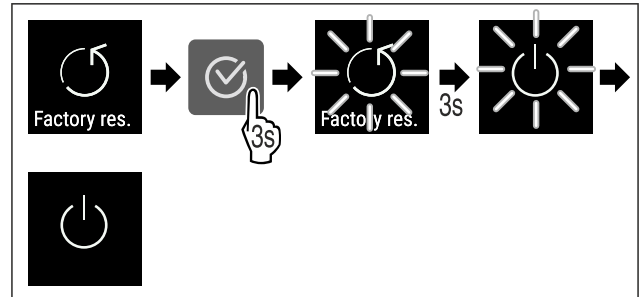

Fig. 92
- ▶ Изпълнете стъпките (виж Fig. 92) .